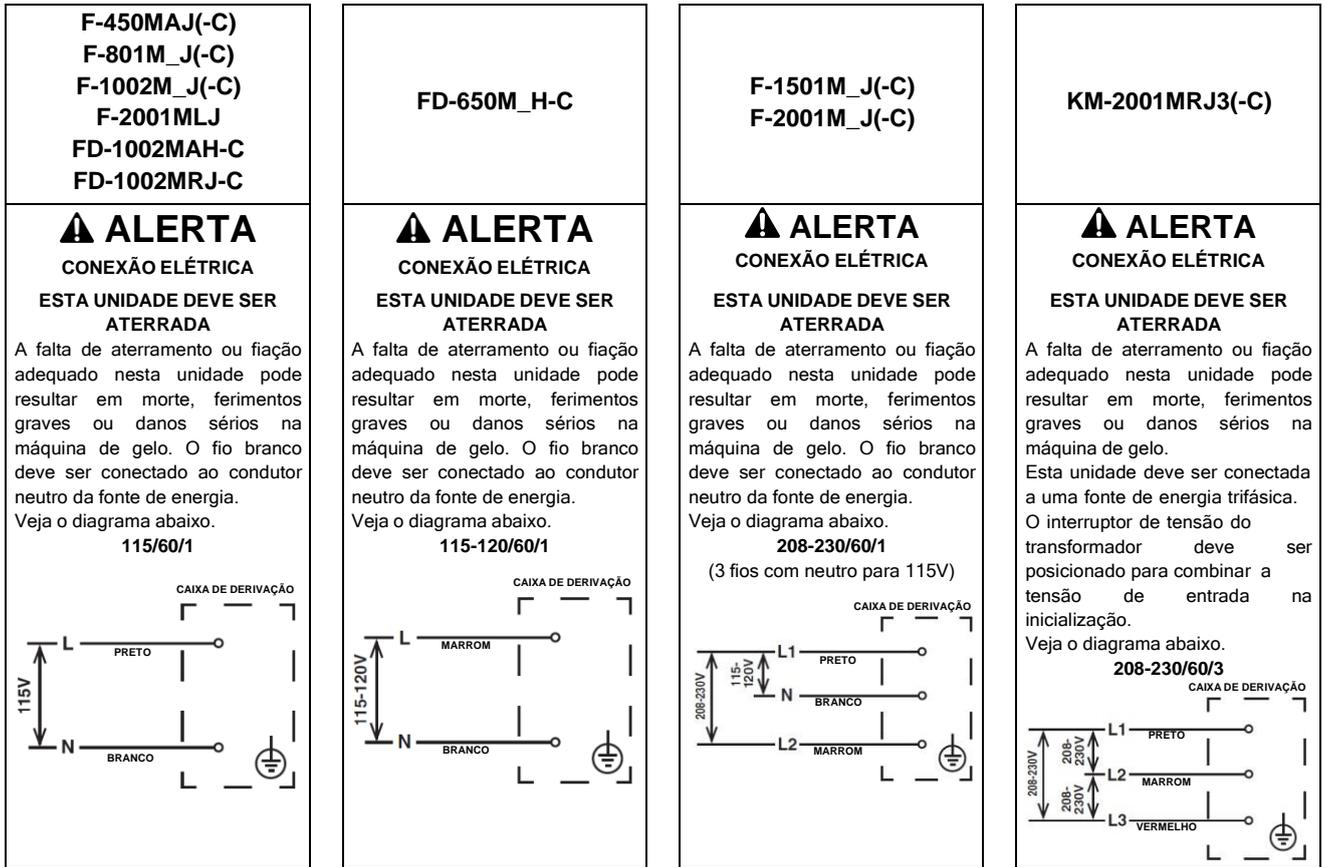

Fig.3
- A conexão elétrica deve ser feita de acordo com as instruções na etiqueta “ALERTA” fornecida com os cabos condutores de chicote na caixa de derivação. Veja a Fig. 3.